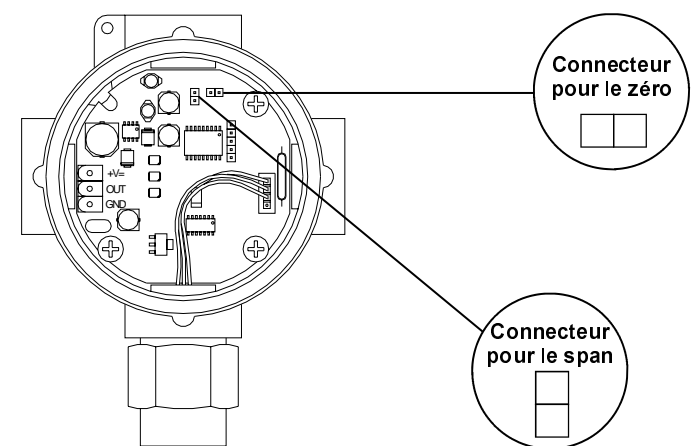

Fig. 4: Position des barrettes pour le réglage du Zéro et de l'échelle.
- Localiser le connecteur pour le réglage du 'Span' (voir figure 4).